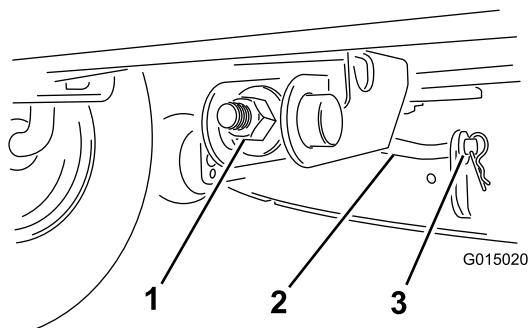

Figura 33
- Rimuovete la coppiglia e la rondella dall'asta di supporto frontale (Figura 33), quindi abbassate con cautela la parte anteriore del piatto di taglio fino al suolo.
10. Montate l'asta di sostegno anteriore sul piatto di taglio con la rondella e la coppiglia (Figura 33).